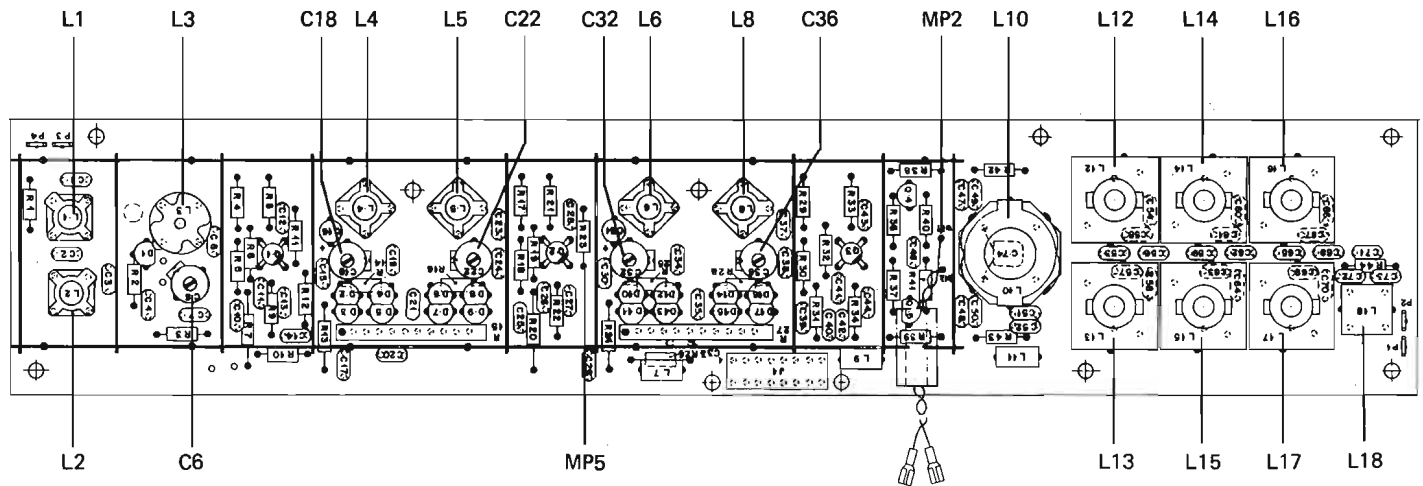
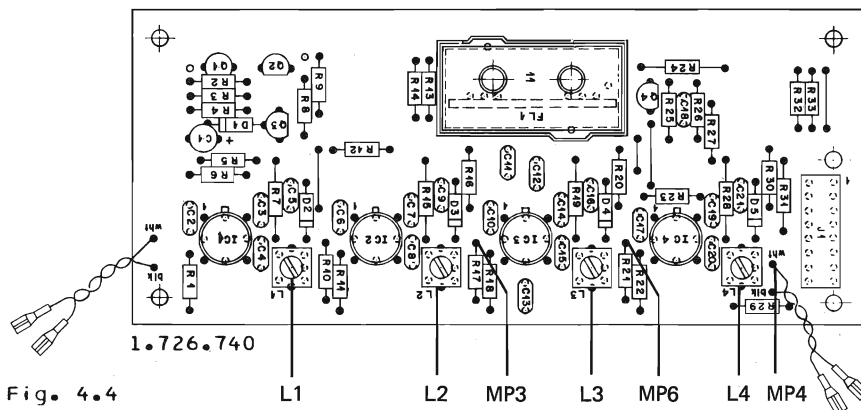

Fig. 4.3
Fig. 4.4
- Frequenzzähler an Messpunkt MP4 (weiße Litze, 1.726.740, Fig. 4.4) anschließen.
- HF-Voltmeter an Messpunkt MP3 (R17, IC3 Pin 1, 1.726.740, Fig. 4.4) anschließen.
- Stationstaste 2 drücken (90 MHz) und L3 bis L6 und L8 auf maximale Spannung am HF-Voltmeter einstellen (Fig. 4.3).
- HF-Voltmeter an Messpunkt MP3 (R17, IC3 Pin 1, 1.726.740, Fig. 4.4) anschliessen.
- Frequenzzaeher an Messpunkt MP4 (1.726.740, Fig. 4.4) anschliessen.
- L10/L12/L13 bis L18 (1.726.730, Fig. 4.3) und L1/L2 (1.726.740, Fig. 4.4) auf-maximale Anzeige am HF-Voltmeter abgleichen. Einstellung mehrmals wiederholen, da sich die Spulen gegenseitig beeinflussen.
- Werden die angegebenen Werte nicht erreicht, ist die Einstellung der Spulenkern L10 und L12 bis L17 (1.726.730 Fig. 4.3) zu veraendern, bis die vorgeschriebenen Toleranzen erreicht werden. Eine allfaellige Korrektur ist mit allen Spulenkernen durchzufuehren.
- HF-Voltmeter an Messpunkt MP6 (R21, IC4 Pin1, 1.726.740, Fig. 4.4) anschliessen und L3 auf maximale Spannung einstellen.
- HF-Voltmeter an Messpunkt MP4 anschliessen und L4 auf maximale Spannung einstellen (Fig. 4.4).